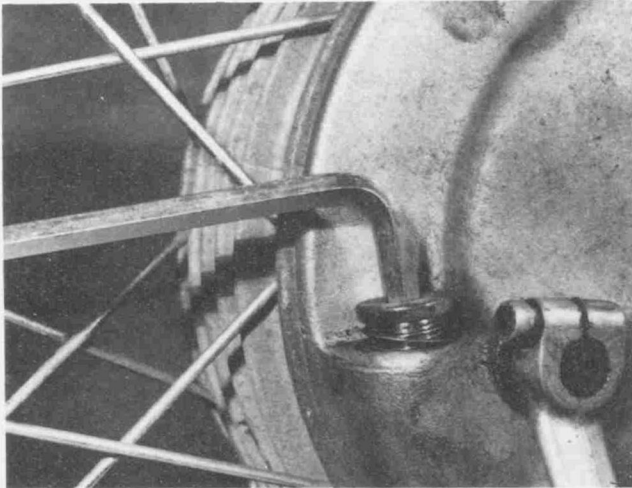

Bild 178
- Den jeweiligen Ölstand in den vorgeschriebenen Abständen kontrollieren. Im Hinterrad muss der Ölstand bis zum untersten Gewindegang der Einfüllöffnung reichen (Bild 178).